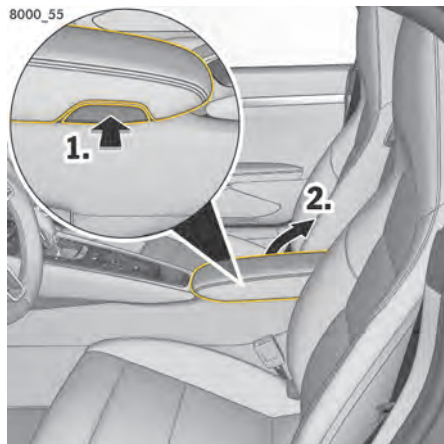

図 82: センターコンソールアームレストの小物入れを開く
- ▶ アームレストの右側のボタン(図.82)を押してください。